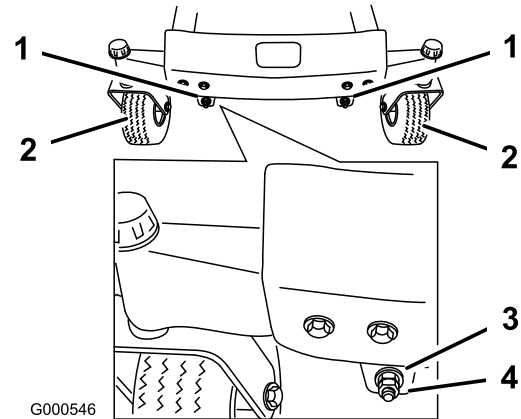

Figura 56
11. Per regolare l'inclinazione longitudinale della lama, togliete i dadi di bloccaggio e fate girare i dadi di regolazione sul frontale del tosaerba (Figura 56).
13. Dopo avere regolato in modo uniforme entrambi i dadi di regolazione, controllate nuovamente l'inclinazione longitudinale. Continuate la regolazione dei dadi finché la punta della lama anteriore non è più bassa di 1,6–7,9 mm rispetto a quella posteriore (Figura 56).
Nota: Dopo aver messo a punto i dadi di regolazione, verificate che le aste di supporto non siano allentate (Figura 57). All'occorrenza, serrate una delle aste per tenderle (Figura 56).